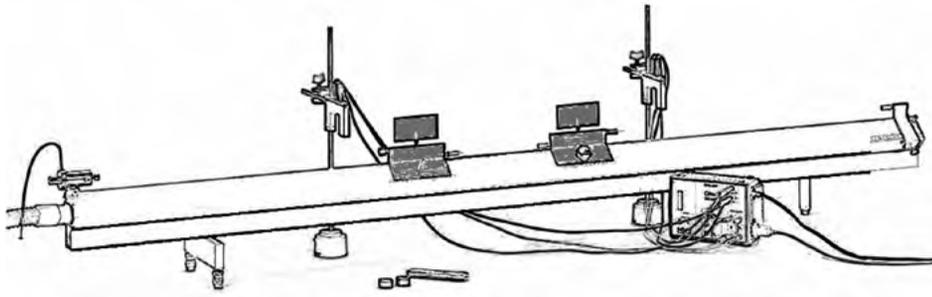

Figura 13.1. Montaje colisión inelástica
1. Realice el montaje que se muestra en la figura 13.1. Verifique que el carril esté horizontal empleando un nivel. Inserte el tubo con plastilina en uno de los carros y la aguja en el otro.